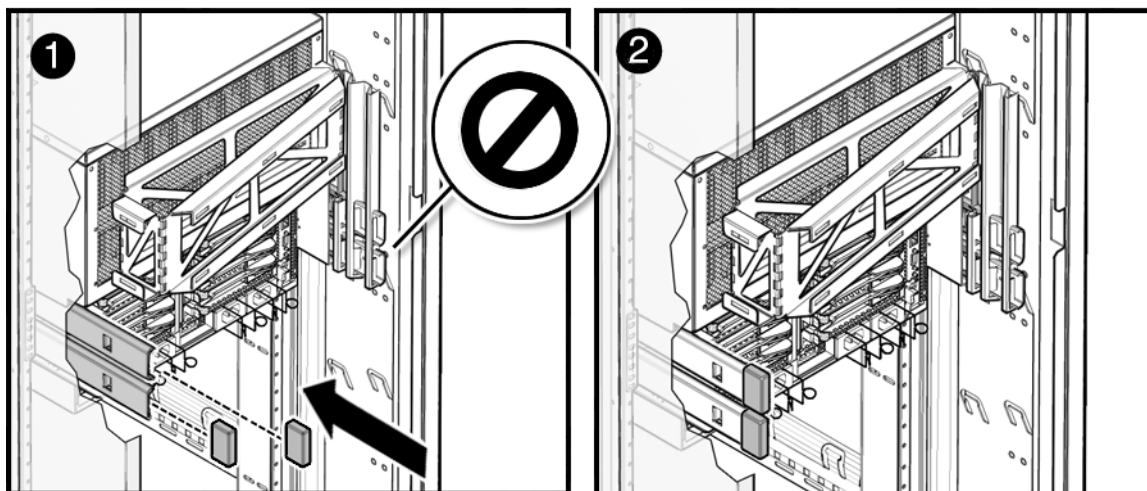

図 2-11 Sun SPARC Enterprise M5000 の左背面側スライドレールのエンドキャップ
- Sun SPARC Enterprise M5000 サーバーの場合は、2 つのエンドキャップを両方とも CMA が取り付けられていない方のレールに取り付けます (図 2-11)。